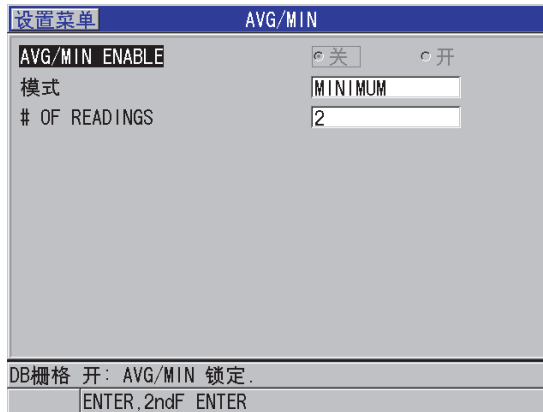

图 10-16 打开平均值 / 最小值测量对话框
- 在**平均值 / 最小值**屏幕中（参见第 161 页的图 10-16）：